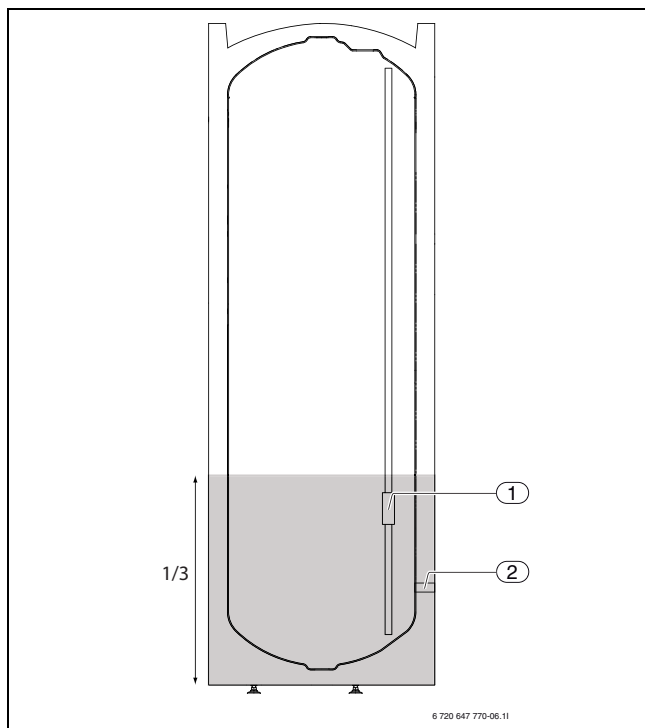

Bild 19 Montage der Temperaturfühler
**WPS 6-1...17-1:** Temperaturfühler montieren, wenn ein externer Warmwasserspeicher verwendet wird. Temperaturfühler ca. 1/3 über dem Boden des Warmwasserspeichers montieren. Der Rücklauffühler muss oberhalb des Rücklaufs zur Wärmepumpe montiert werden (→ Bild 19).